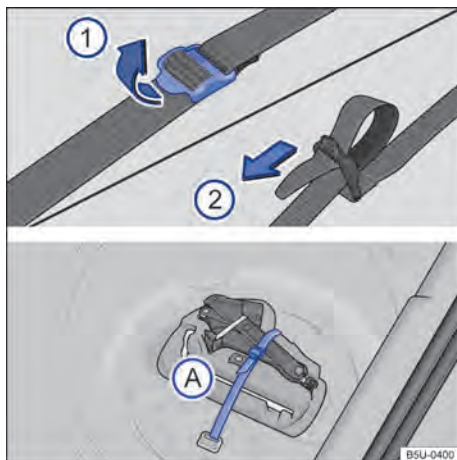

Fig. 163 No compartimento de bagagem: cinta de fixação da caixa de ferramentas e caixa de ferramentas de bordo.
Para soltar a cinta de fixação → Fig. 163 (A), puxar a fivela no sentido da seta ①.